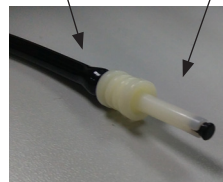

Figura 2.13
3. Conexión del paso del aire: Tome un trozo de tubo de aire (0.5~1m de longitud, $\Phi 8.0\text{mm}/\Phi 4.0\text{mm}$ de diámetro). Conecte el conector de NIBP con un enchufe en uno de los extremos del tubo de aire. Conecte el otro extremo al conector de 3 vías. Conecte los otros dos extremos del conector de 3 vías a un Esfigmomanómetro Mercury, tal como se muestra en la Figura 2.13.